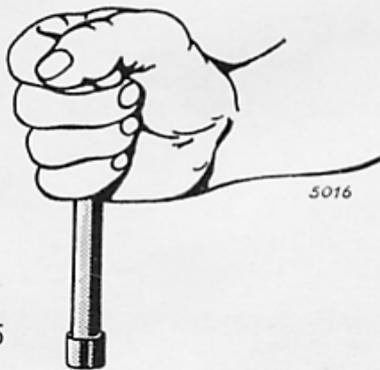

Fig. 45
1. **Placer les vis** en utilisant la clé à douille sans y mettre la broche et les serrer en croix, alternativement et uniformément – Figure 45 –.
Nous vous décrivons ici toute une série de vis **dont le serrage à la main** s'effectue de la même façon – Figure 45 –. Saisir la clé de telle façon que le pouce touche la tête de la clé. Effectuer alternativement le serrage des vis sans faire force, ce qui doit correspondre à un couple de serrage de 2,5 à 3,5 kg.